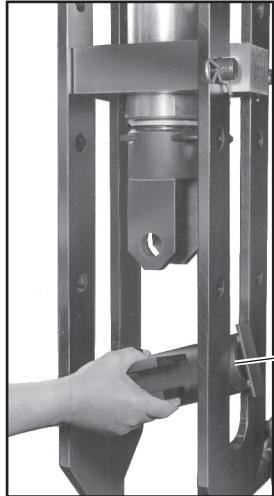

Figure 5
2. Faire tourner la chape de 90° depuis sa position normale et placer le positionneur de vérin entre les barres de raccordement comme indiqué à la Fig. 5. Les pattes de fixation du positionneur de vérin doivent être vers le haut, comme indiqué à la Fig. 6.